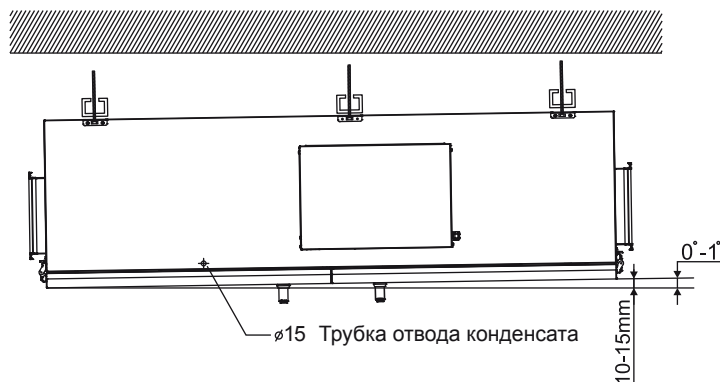

Рис. 1
Монтажные работы должны выполняться только квалифицированными специалистами с соблюдением правил безопасности. вентагрегат устанавливается сервисной дверцей вниз (см. рис. 1). Крепление вентагрегата производить только к строительным конструкциям. Монтаж необходимо произвести так, чтобы вес системы воздуховодов и всех ее компонентов не передавался на вентустановку.
При монтаже вентагрегат необходимо устанавливать с наклоном 1° по отношению к дренажному отверстию (рис.1).
вентагрегат (1) должен иметь уклон в сторону патрубка отвода конденсата (2) (см. рис. 1).